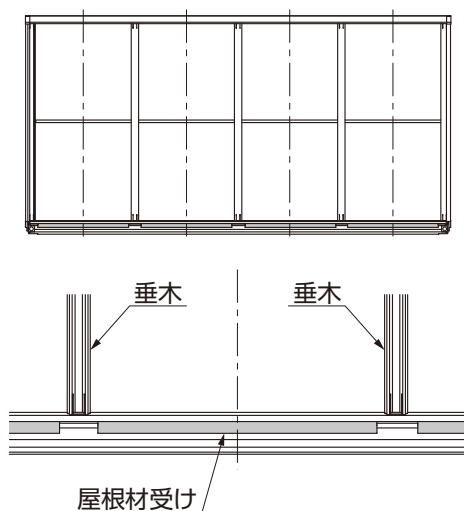

図9-4
(1) 屋根材の取付け
- ① 屋根材受けを垂木と垂木の中間に位置を合わせてください。(図9-4参照)